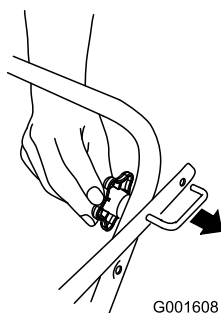

Figure 3
2. Desserrez les boutons et retirez les boulons du guidon (Figure 3).